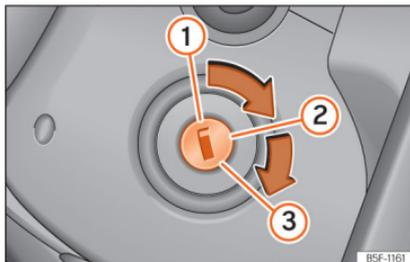

Abb. 157 Positionen des Zündschlüssels
Positionen des Schlüssels »» Abb. 157
- Drehen Sie den Zündschlüssel in Stellung  » **Abb. 157** . Dieselfahrzeuge werden vorgeglüht .
- Drehen Sie den Zündschlüssel weiter in die Stellung  » **Abb. 157**  ohne Gas zu geben.
- *Fahrzeuge mit Zündschloss:* Drehen Sie den Zündschlüssel in Stellung » **Abb. 157** .